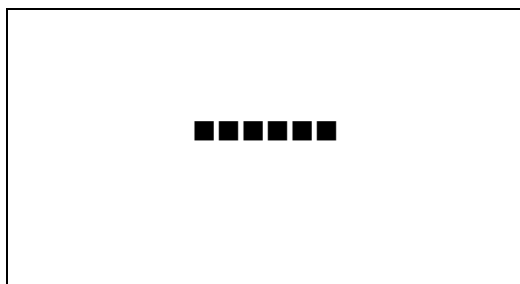

図4-11 オンスクリーンメニュー (POSITION H例)
1) キャラクターメニューで「POSITION H」(※1)を選択し、**ENTER** ボタンを押すと図4-11のような設定メニューが表示されます。